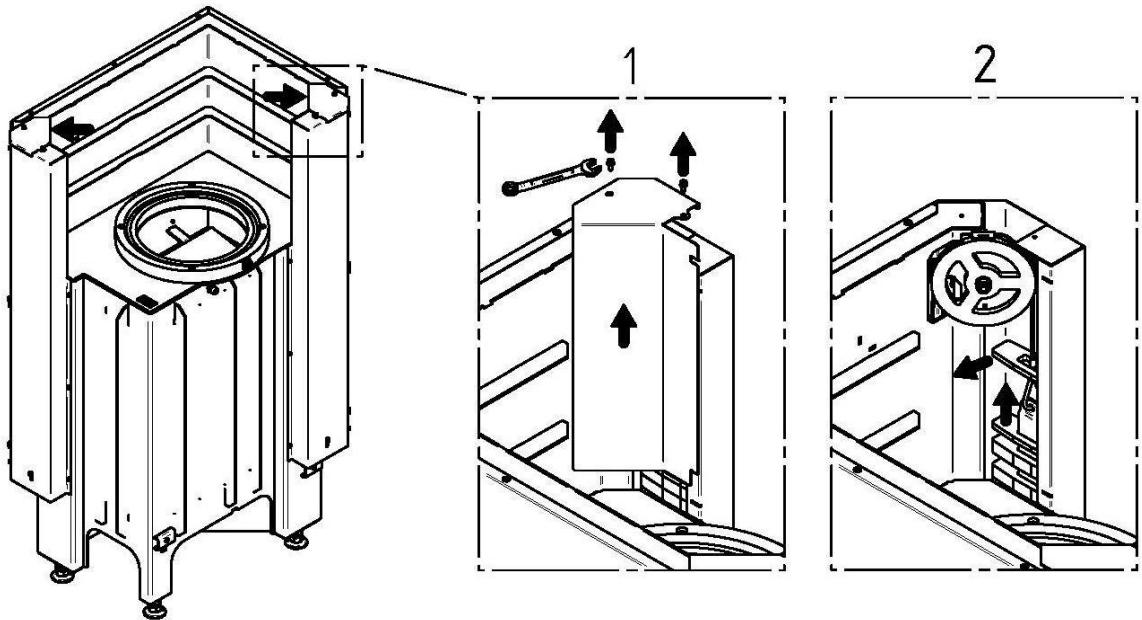

Рис. 11
- Угловая топка с подъемным механизмом (Рис. 11 – модели ЕСКА 67/45/51, 90/40/40):**